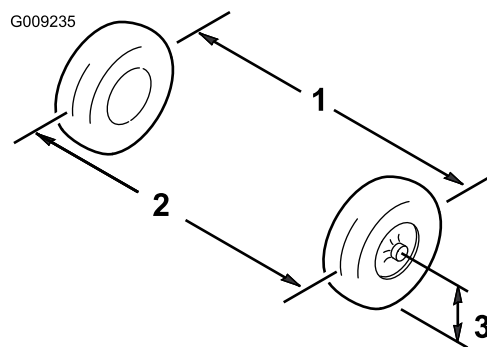

Рисунок 49
1. Измерьте расстояние между обеими передними шинами на уровне моста, с передней и задней стороны передних шин (Рисунок 49).